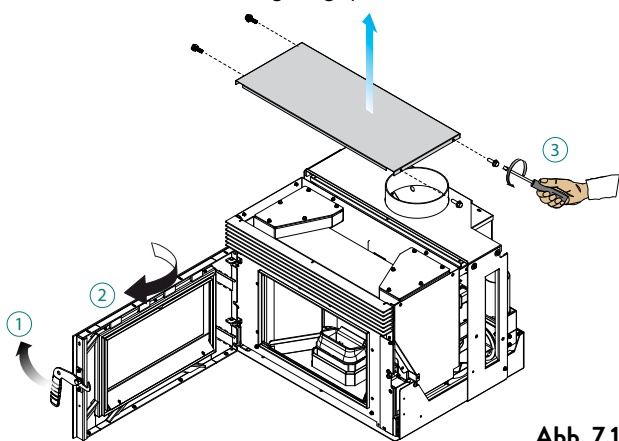

Abb. 7.14
- A) Die Tür öffnen (1), die obere Platte (2) entfernen, beide Stopfen (3) abschrauben und entfernen (Abb. 7.14),